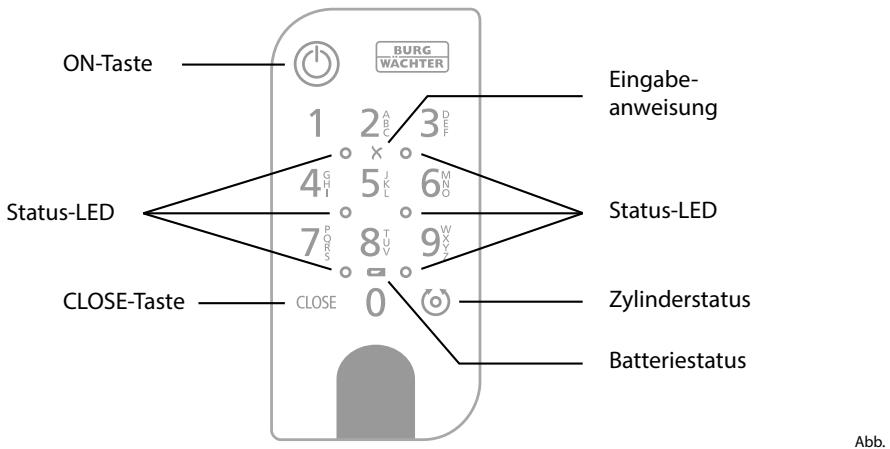

Abb. 1
- 1 Wenn Sie zu der im Bild dargestellten Ansicht (Abb. 1) gelangen, legen Sie das Smartphone kurz zur Seite und setzen Sie die Tastatur mit den folgenden Schritten in den Programmiermodus.